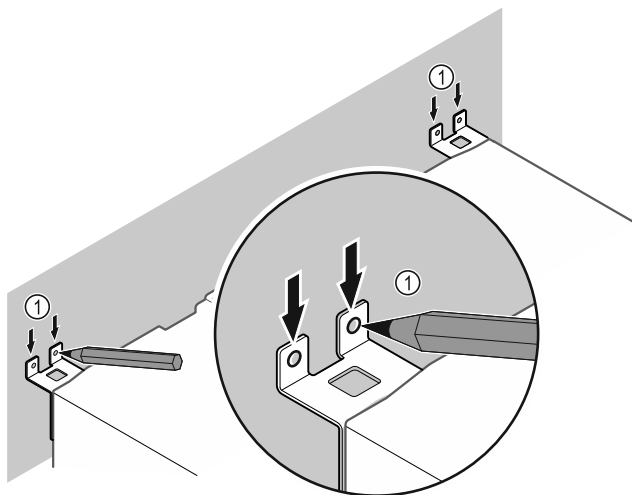

Fig. 13
- ▶ Veiciet uz sienas atzīmes Fig. 13 (1).